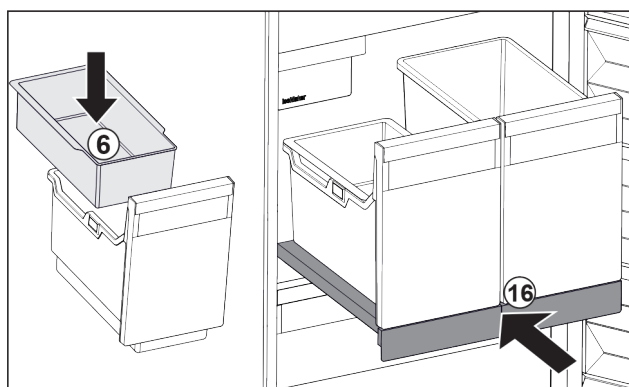

Fig. 107
- ▶ Colocar la bandeja suspendida *Fig. 107 (6)* para cubitos de hielo.
- ▶ Introducir el estante extraíble con recipiente (IceTower). *Fig. 107 (16)*